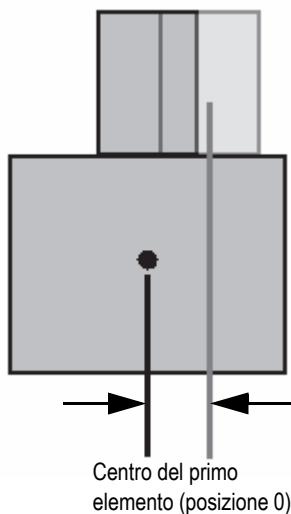

Figura 4-8 Scarto secondario
- e) Selezionare **Scarto sec.** (scarto secondario) ed in seguito inserire **0** per indicare che la sonda è centrata rispetto allo zoccolo sull'asse secondario. Se la sonda non è centrata nello zoccolo, inserire il valore appropriato (vedere Figura 4-8 a pagina 119).